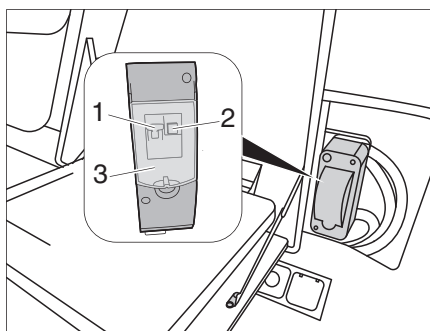

Bild 40 230-V-Sicherungsautomat
Das 230-Volt-Stromnetz (Außenanschluss) ist mit einem Sicherungsautomaten (Bild 40) ausgestattet. Dieser dient vor allem zum Leitungsschutz. Der Sicherungskasten befindet sich im Heck rechts neben dem Kocherfach hinter einer Klappe. Der Sicherungsautomat springt bei Kurzschluss und bei Überlastung im Leitungsnetz an.
- Abdeckklappe (Bild 40,3) öffnen.
Der 230-V-Anschluss ist durch einen zweipoligen Sicherungsautomaten (Bild 40,1) abgesichert.
- ▷ Der FI-Schalter (Bild 40,2) für 230 Volt sollte einmal jährlich ausgelöst werden, damit der Mechanismus nicht „verklebt“ und sich die Auslösezeit nicht verlängert.